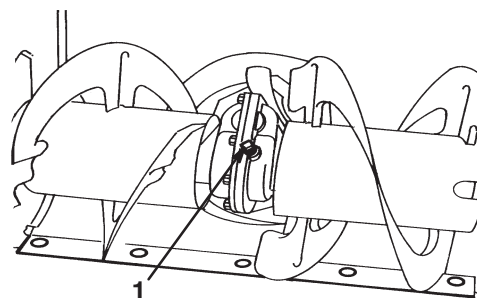

Figure 27
4. Nettoyez les abords de l'obturateur de tuyau (Fig. 27).
5. Retirez l'obturateur de tuyau du boîtier d'engrenages (Fig. 27).